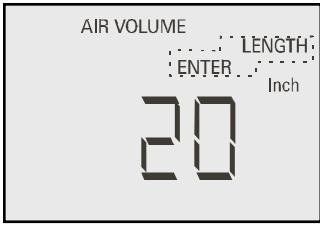

Figura 6
- 5.4.3 Oprima el botón “Enter” para almacenar el ancho de la salida que está midiendo, en la memoria del instrumento. (Figura 6)
Seguido se desplegarán volumen de aire y la palabra “entrar largo” parpadeará en la pantalla. (figura 6)